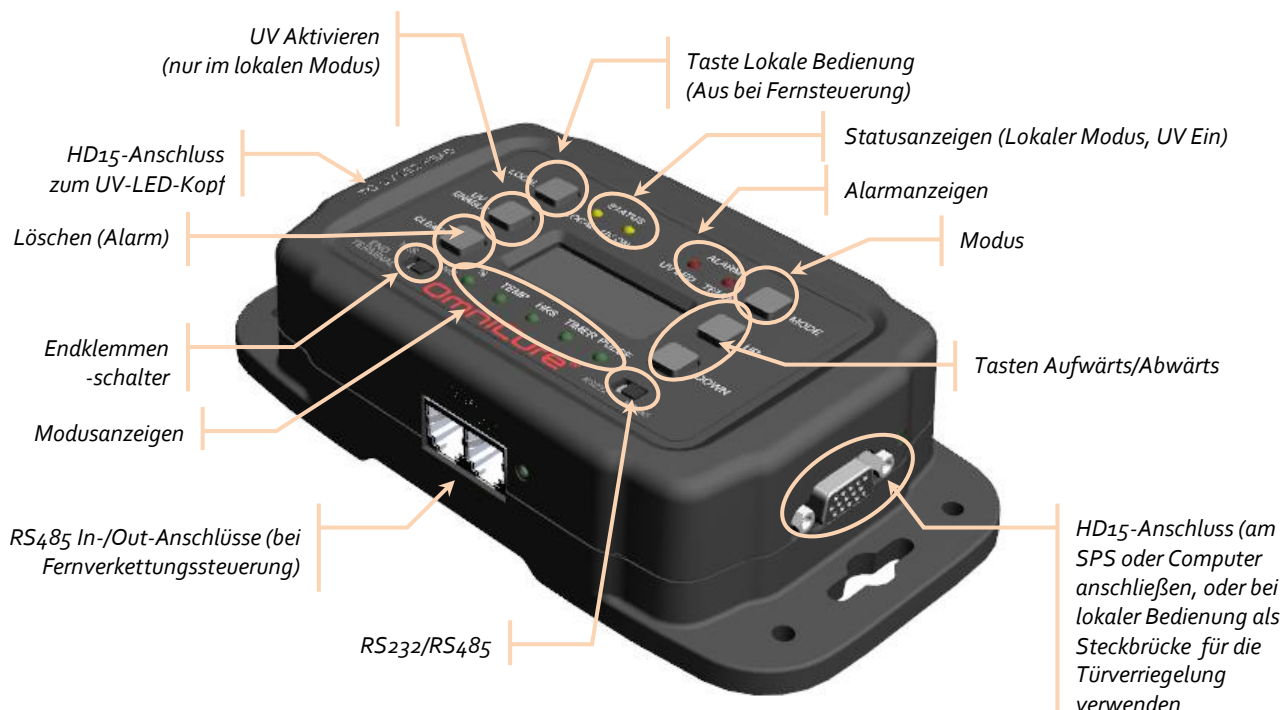

Abbildung 2 SPS-Steuereinheit (PLC2000)
4. Stellen Sie sicher, dass der Schalter LED-Aktivieren auf der SPS-Steuerung auf die Position OFF (AUS) geschaltet ist (Siehe Abbildung 2).
5. Stecken Sie die Buchse des SPS-Kabels in den SPS-E/A-Steckverbinder auf der Steuerungskonsole (siehe Abbildung 2).
7. Schließen Sie den SPS-Rückschleifenstecker an den SPS-Durchgangsanschluss an. Siehe Abbildung 2.
- Passen Sie die Intensität mit Hilfe der Tasten Aufwärts/Abwärts, rechts vom Display, an (siehe Abbildung 2), drehen Sie im Uhrzeigersinn und entgegen dem Uhrzeigersinn, um die Intensität zu erhöhen oder zu verringern. Siehe Abschnitt 6 „UV-Kopf benutzen“.
- Fehler der UV-LED und Temperaturfehler werden durch eine leuchtende LED auf der Steuerkonsole angezeigt. Zum Löschen der Fehler, drücken Sie auf die Taste Clear Fault (Fehler löschen) (siehe Abbildung 2).